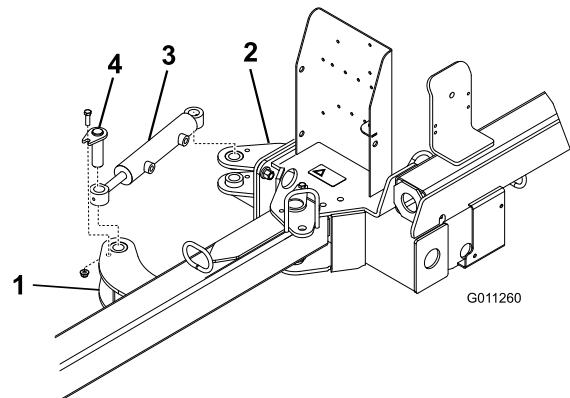

Bild 6
2. Befestigen Sie jedes Ende des Hydraulikzylinders mit einem Stift, einer Schraube (3/8" x 1-1/4") und einer Bundmutter (3/8") an der Aktuatornase (Bild 6).